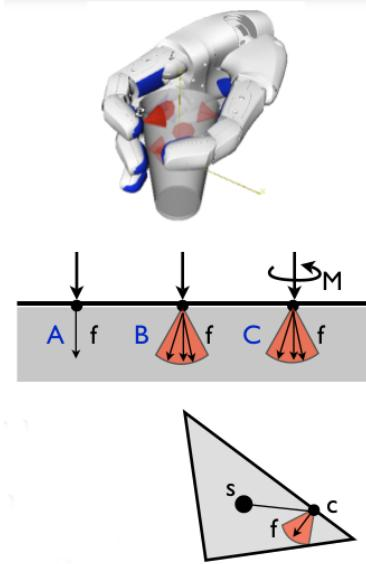

Abbildung 41: Griffplanung
- **Kontaktstellen**(→ Geometrisches Objektmodell, vgl. Abbildung 41):